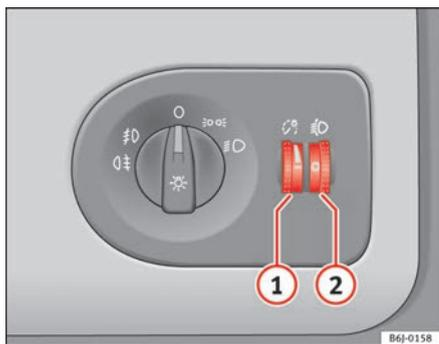

Fig. 53 Tablero de instrumentos: reguladores de la iluminación de instrumentos y mandos y del alcance de los faros
Con las luces encendidas se puede regular la intensidad de la luz de los instrumentos y mandos girando la ruedecilla moleteada ⇒ fig. 53 ①.